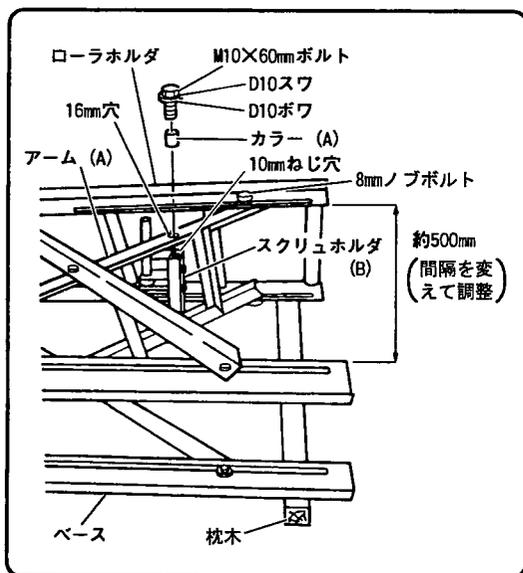

図 4
(1) 両側の 8mm ノブボルトをゆるめしてから、補助ローラを図 4 のように横に倒します。このとき、側面をきずつけないよう、あらかじめ下へ枕木 (50mm 角×長さ 700mm 以上) など置いてください。
(2) アーム (A) の 16mm 穴とスクリューホルダ (B) 端面の 10mm ねじ穴とが合うようにローラホルダとベースとの間隔を変えて調整します。ローラホルダとベースとの間隔は、約 500mm 程度で 16mm 穴と 10mm ねじ穴が合うようになっています。
(3) アーム (A) の 16mm 穴へカラー (A) を入れ、M10×60mm ボルトに D10 スワ、D10 ボワを入れたものを付属の両口スパナ (13×17mm) でスクリューホルダ (B) にねじ込み、スクリューホ